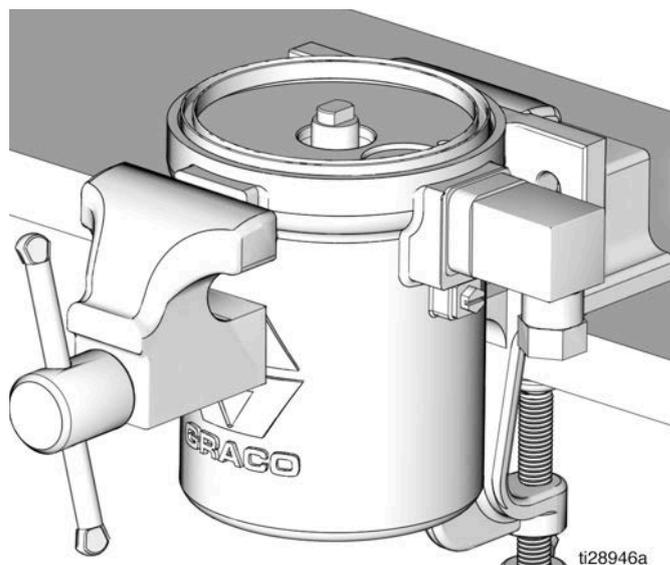

FIG. 35
12. Riposizionare il cilindro del motore pneumatico nella morsa e accedere alla parte superiore del cilindro del motore pneumatico come mostrato in FIG. 35.